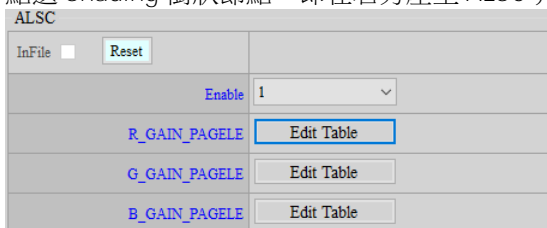

Figure 87: Shading 界面
1. 點選 Shading 樹狀節點, 即在右方產生 ALSC 介面, 如 Figure 87 所示。